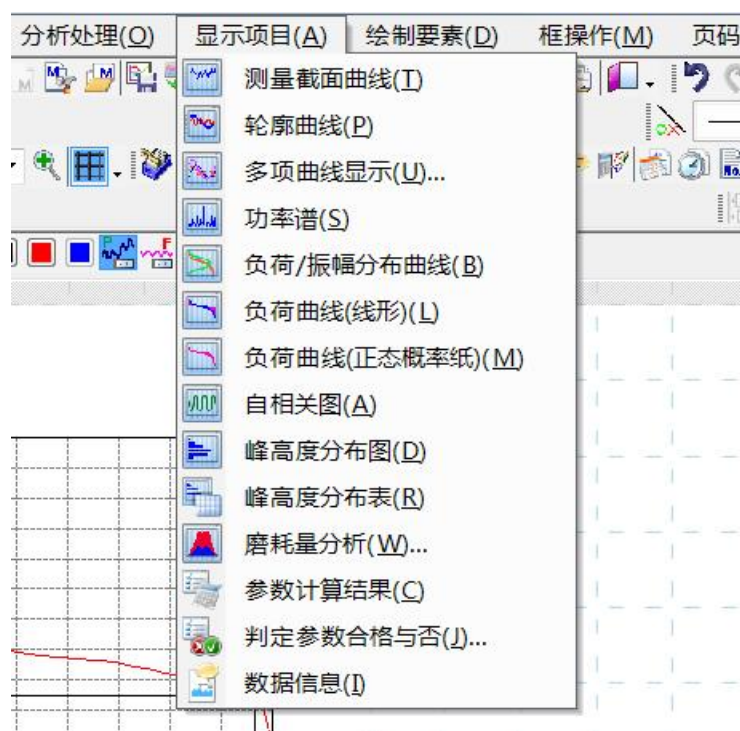

图17
- 3.2.7 表面特性：负荷曲线、功率谱曲线、波峰分布表、自相关图、磨耗量分析等。详见图17